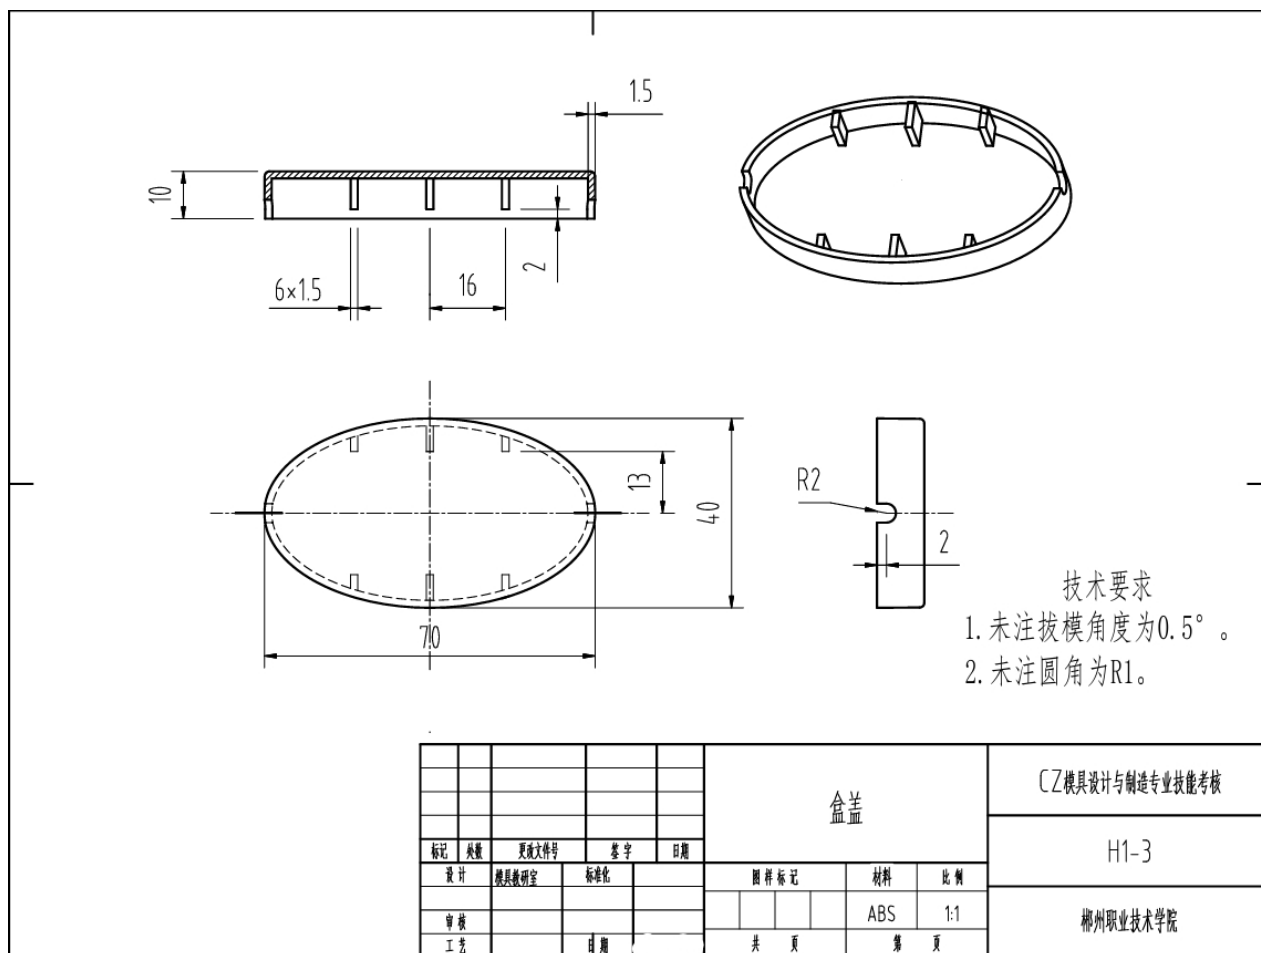

图 H1-3 椭圆盖
- (1) 在F盘下建立考生文件夹，文件夹名称为“场次一工位号—ZM”。塑件三维造型及型腔、型芯设计所完成后的文件都存于此文件夹中；
- (2) 根据图H1-3要求，进行塑件三维造型设计，文件名称为3DSJ；